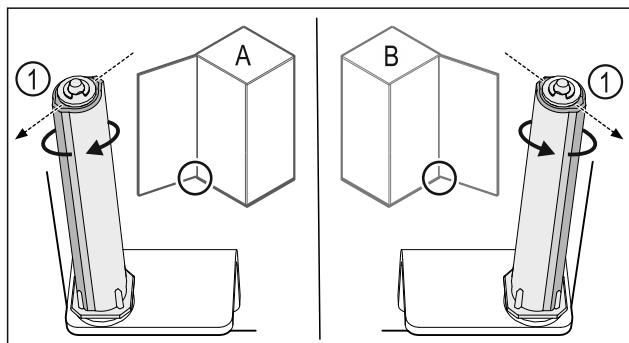

Fig. 43 Okretanje nalijevo (A) / okretanje nadesno (B)
- Okrećite sustav zatvaranja do kraja dok lamela sustava zatvaranja Fig. 43 (1) ne bude usmjerenja prema van.